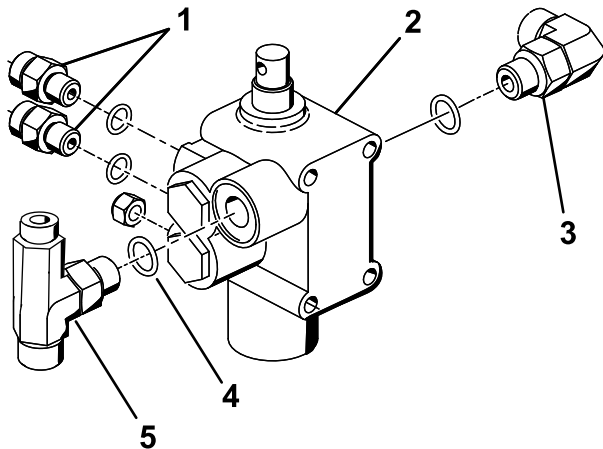

Figure 10
3. Vissez dans le nouveau distributeur de levage un raccord à 90°, les 2 raccords hydrauliques droits et le raccord en T que vous avez retirés du distributeur existant à la section 3 Préparatifs d'installation des composants hydrauliques (page 5), comme montré à la Figure 10.